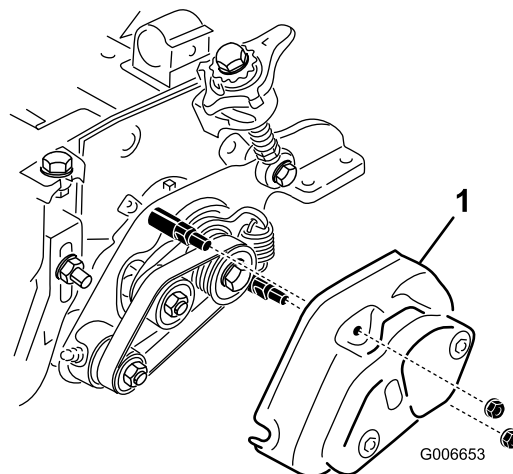

図 13
24. グルーマカバーを取り付けて 5/16 in フランジナット2個で固定する [図 13]。